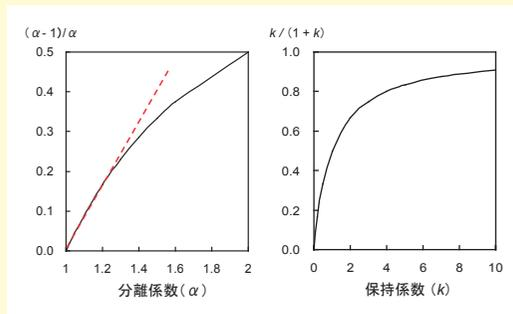

図2 分離係数、保持係数と分離度
(1) 式における分離係数が分離度に与える影響、すなわち α と $(\alpha - 1) / \alpha$ の関係は、図2・左のようになります。
分離係数は2本のピークの保持係数の比であり、充填剤固定相、移動相 pH (イオン性分析種の場合)、移動相有機溶媒の種類、カラム温度などの条件により変化します。図2より、分離係数は「1.2」程度までほぼ直線的に分離度向上に寄与することがわかります。前出の例において、分離度「0.8」での分離係数を「1.1」とすると、分離度「1.5」を得るには分離係数は「1.2」程度にすればよく、効率的な分離度向上が可能です。ただし、条件を最適化するための検討時間が必要です。
分離係数と同様に、(1) 式における k と $k/(1+k)$ の関係は、図2・右のようになります。
保持係数はより溶出力の小さい移動相に変更すれば大きくできますので、例えば逆相クロマトグラフィーにおいては、有機溶媒比率を下げればよいことになります。しかし、図2・右のように、保持係数が分離度向上へ寄与するのは溶出が早いピークの場合であり、例えば保持係数を「3」から「9」にしても、分離度は1.2倍にしかならない反面、分析時間が長くなってしまいます。